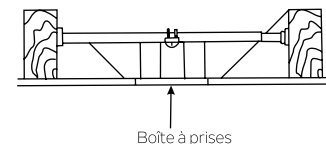

Fig. 4
**REMARQUE:** Selon l'emplacement sélectionné pour l'installation, il peut s'avérer nécessaire d'acheter et d'installer un étrier à solive pour soutenir la boîte à prises. S'assurer que l'étrier à solive a été conçu pour une utilisation avec des ventilateurs de plafond. (Fig. 4)